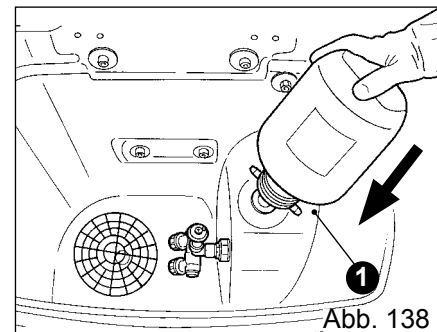

Abb. 138
- Setzen Sie den leeren Behälter in die Reinigungsvorrichtung (Dosenreinigung) ein (Abb. 138), bis er auf dem Haltesteg (1) aufliegt, und drücken Sie dann sofort den Behälter nach unten. Durch diesen Vorgang wird das Ventil für die Abgabe der Reinigungsflüssigkeit aktiviert und der Reinigungsvorgang der Behälter gestartet. Nach 30 Sekunden kontrollieren, ob der Behälter sauber ist, gegebenenfalls einen weiteren Reinigungsvorgang vornehmen.